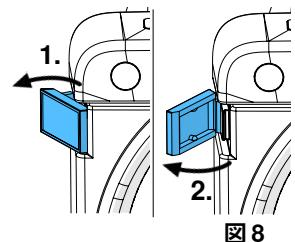

図8
- ・ドアロック（図8）を開けて、トリマードアを取り外します。